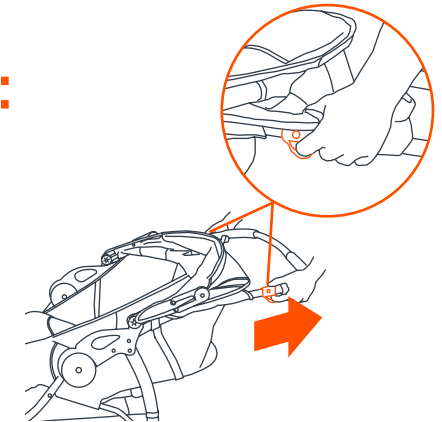
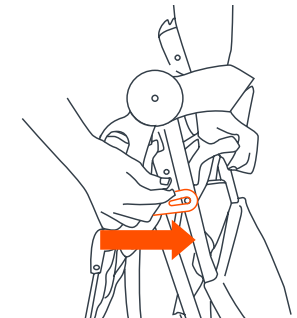

Fig. 18a
Fig. 18b
- La poussette est pliée en tirant simultanément chaque plide déclenchement (Fig. 18a). Lorsque les verrous sont libérés, la poignée va commencer à tomber vers le sol. Relâchez les boutons et appuyez vers le bas sur la Poussette jusqu'à ce qu'elle est complètement pliée. Verrouillez la Poussette pliée dans la position fermée en attachant la sangle de verrouillage, situé sur le côté droit de la poignée de la poussette, sur le rivet situé sur l'accoudoir (Fig. 18b).